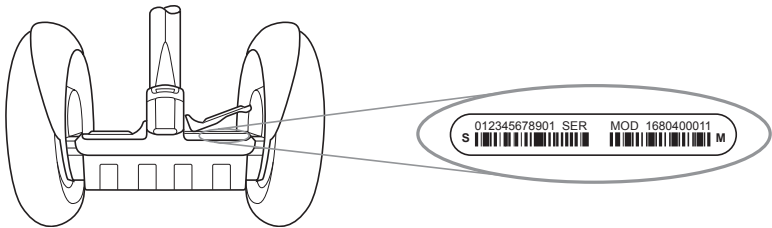

Abbildung 1. Position der Segway PT-Seriennummer
2. Die zwölfstellige Seriennummer befindet sich auf der linken Seite des Etiketts. Sie beginnt mit „0“ (siehe **Abbildung 1**).